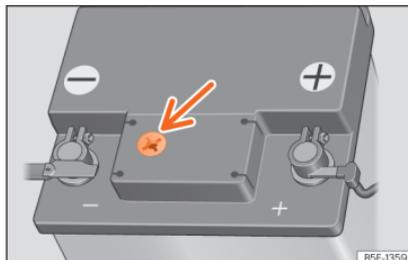

Fig. 240 Janela de inspeção na parte superior da bateria de 12 volts (representação esquemática).
- Verifique o indicador de cor na janela de inspeção, na parte superior da bateria »» **Fig. 240**. Procure uma iluminação suficiente que permita identificar claramente a cor que aparece na janela de inspeção. Nunca utilize como fonte de luz chamas nem objetos que ardam sem lume.